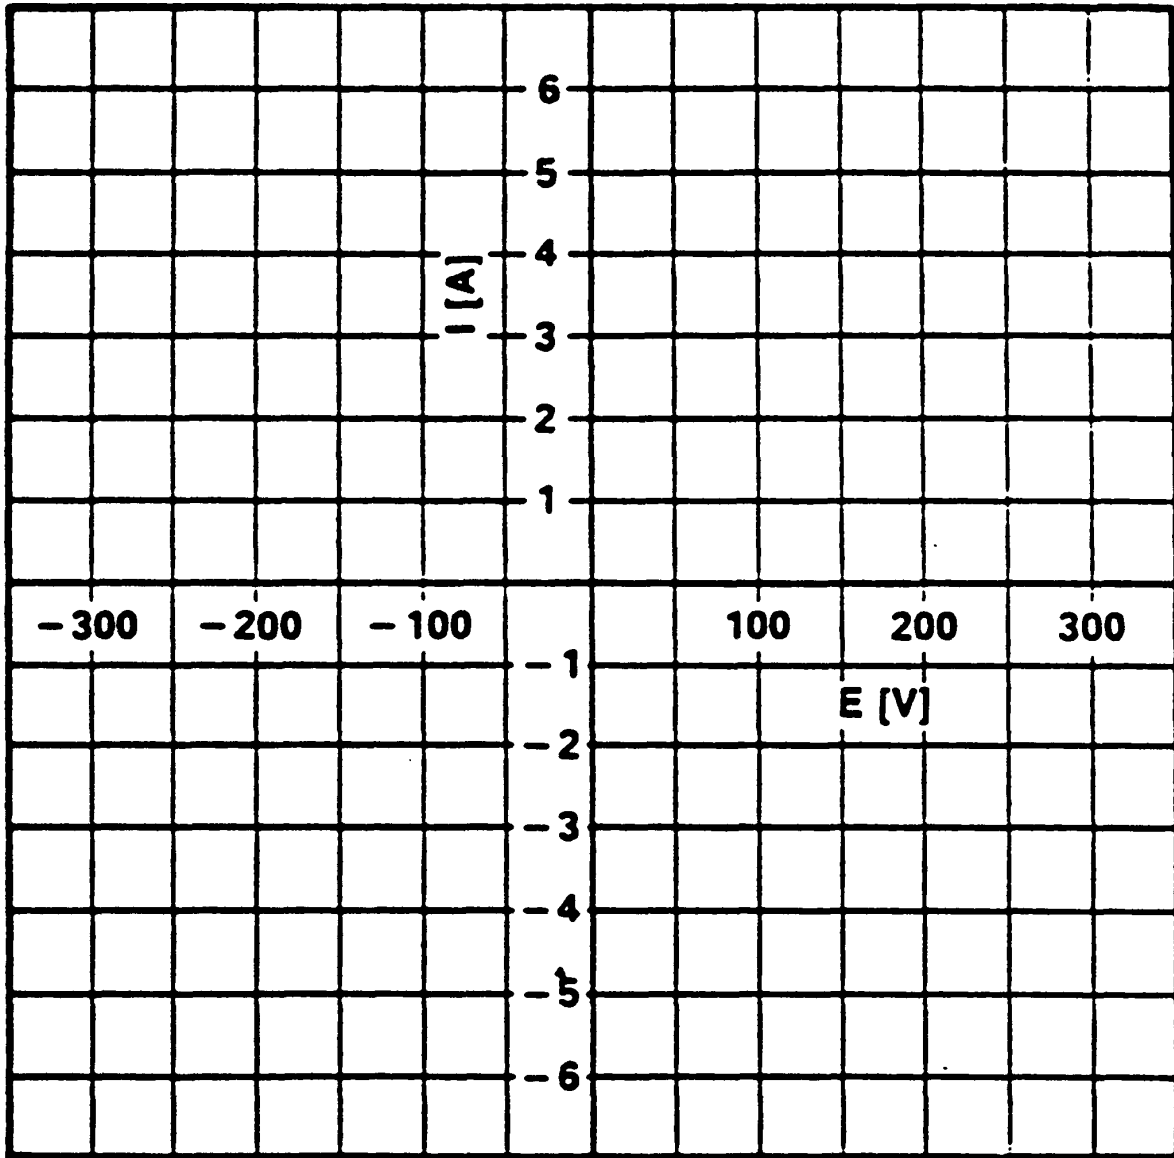

Figura 3-7. Las características del voltaje y corriente de un diodo.
Utilice la Figura 3-7 para reproducir después la curva visualizada en el osciloscopio.
2. Trace la relación voltaje-corriente de un resistor de 50 ohm en la Figura 3-7, ¿Podría concluir que el resistor es un elemento de circuito *lineal*